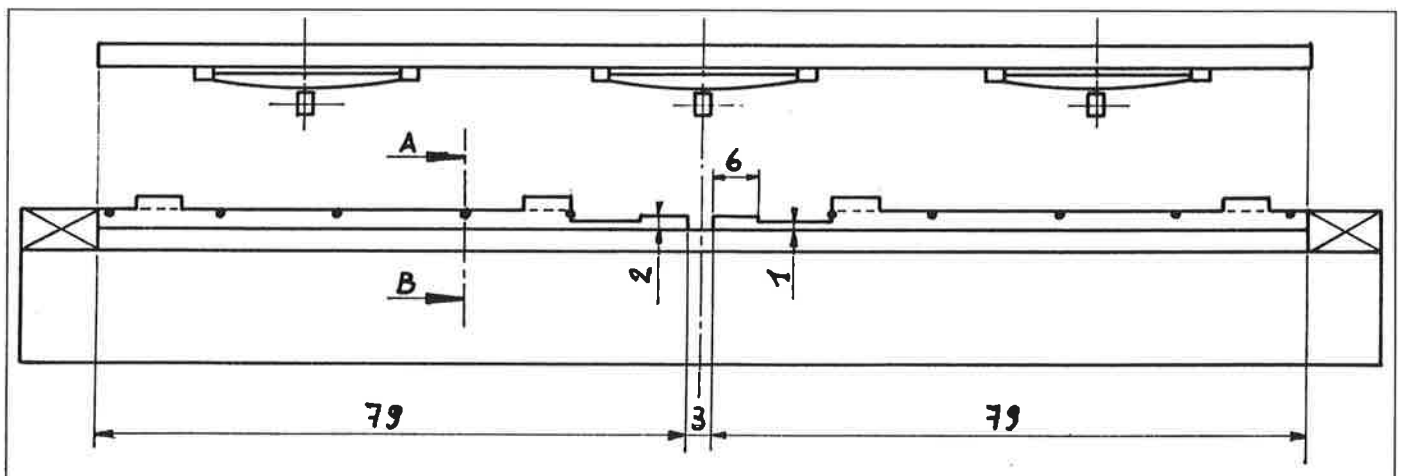

FIGURE 16
- calibre de montage (voir fig. 16 et 17)